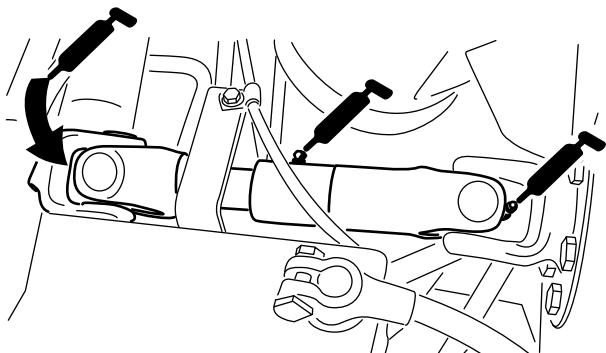

Bild 30
- U-Gelenk der Pumpenantriebswelle (3) (Bild 30)